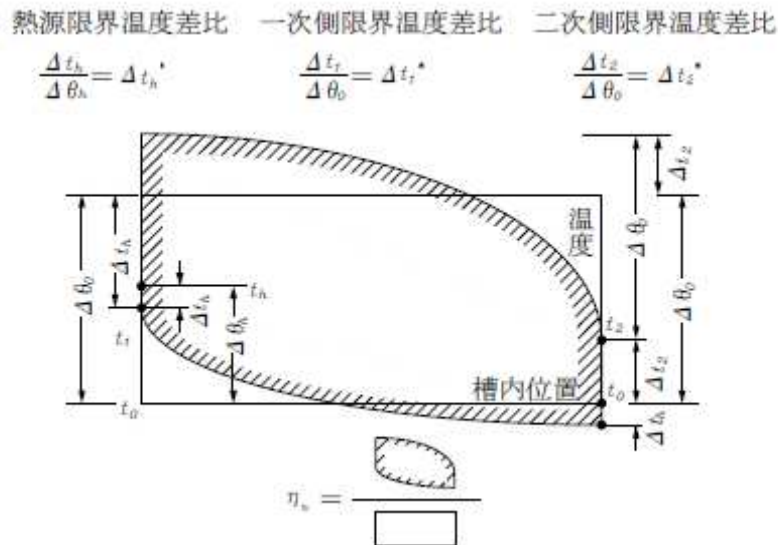

図 3.3 蓄熱槽効率の概念
蓄熱槽効率は図 3.3 に示すように、蓄熱完了時と放熱完了時の槽内水温プロフィールで囲まれた面積 (熱量) を、槽全体が二次側利用温度差で利用できたと想定した時の熱量で除したものである。次節で説明するシミュレーションプログラム TESEP-W では、蓄熱槽効率も算出可能であるが、通常は蓄熱槽効率を決定することは容易ではない。
- 5) 上記の各種温度などの記号については、図 3.3 参照のこと。